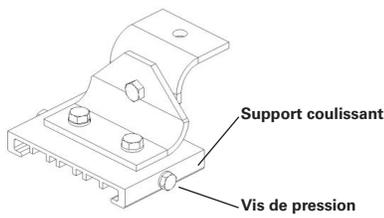

Figure 4. Détails du montage pivotant
5. Serrer à fond les deux (2) vis de pression de 1/4 po sur chaque support coulissant (voir la figure 4). Serrer à un couple de 8,8 N.m (78 lb-po).
6. Régler la position du luminaire selon l'angle souhaité, puis serrer les deux (2) boulons à ceil de 5/16 po. Serrer à un couple de 15,6 N.m (138 lb-po).